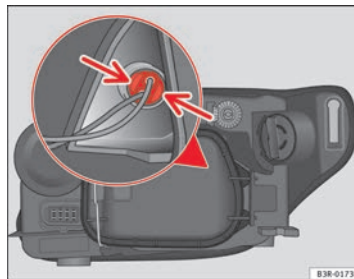

Fig. 211 Luci di posizione (lato esterno veicolo) ►
- Premere leggermente le linguette del portalamпада ⇒ pag. 283, fig. 211 e tirare verso il coperchio (si può estrarre anche tirando i cavi del portalamпада).